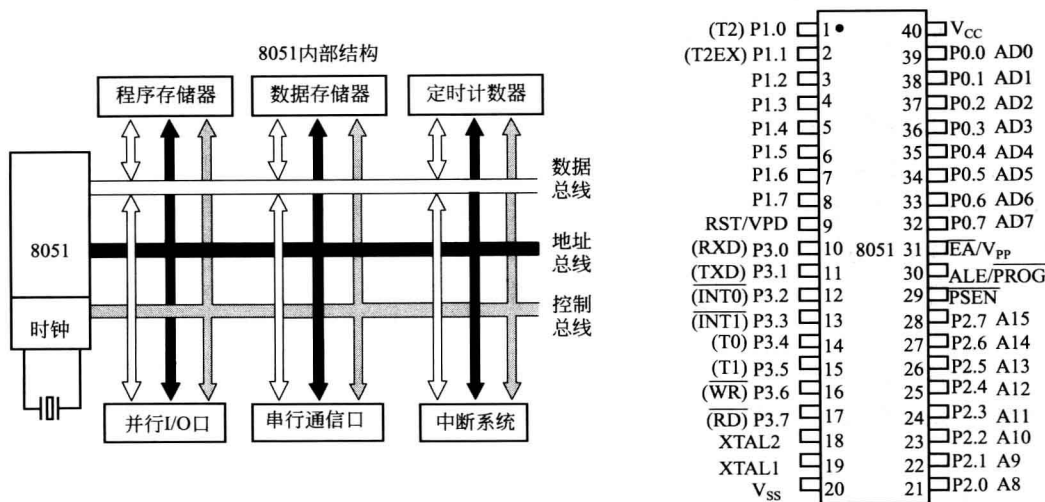

图 0-1 MCS-51 单片机的引脚和内部组成
(1) MCS-51 单片机的内部组成 MCS-51 单片机的引脚和内部组成如图 0-1 所示。通常采用 DIP 或 PLD 封装, 其内核是 8051CPU, CPU 的内部集成有运算器和控制器, 运算器完成运算操作 (包括数据运算、逻辑运算等), 控制器完成取指令、对指令译码以及执行指令。MCS-51 单片机的片内资源介绍如下。